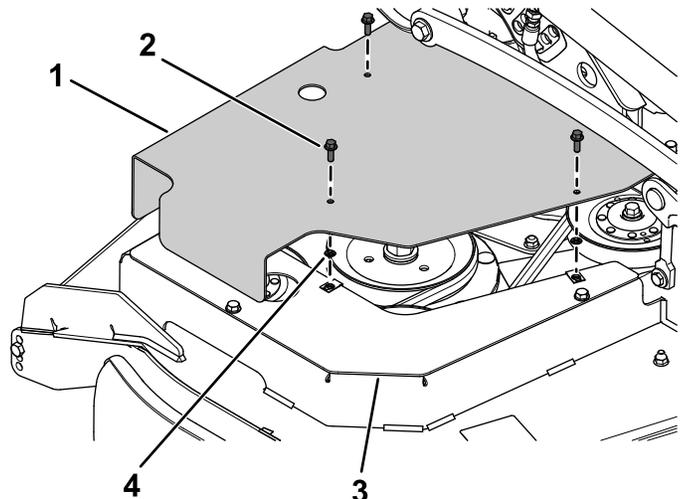

Bild 5
3. Befestigen Sie die rechte Riemenscheibenabdeckung mit drei Bundkopfschrauben ( $\frac{1}{4}'' \times \frac{3}{4}''$ ) und drei Steckmutter an der rechten Riemenscheibenhalterungsabdeckung (Bild 5).